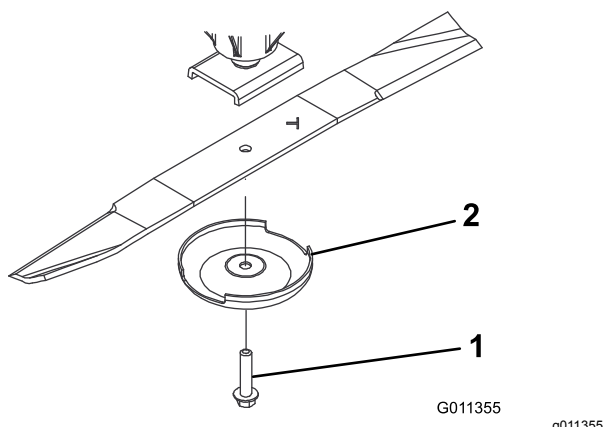

Figura 95
2. Afferrate l'estremità della lama con un cencio o un guanto bene imbottito. Togliete il bullone, la coppa antistrappo e la lama dall'asse del mandrino (**Figura 95**).
3. Montate la lama con la costa rivolta verso il piatto di taglio, servendovi della coppa antistrappo e del bullone della lama (**Figura 95**). Serrate il bullone della lama a un valore compreso tra 115 e 149 N·m.
Se continuate ad usare la lama usurata, si forma una scanalatura tra la costa e la sezione piatta della lama (**Figura 95**). Alla fine, un pezzo di lama può staccarsi e venire lanciato dal sottoscocca, con il rischio di ferire gravemente voi o gli astanti.